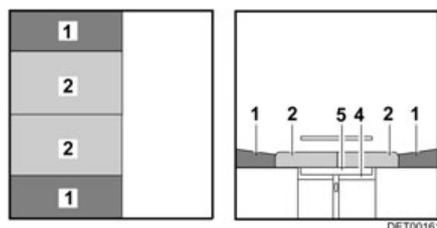

Fig. 78 Après la transformation
- Tirer les coussins d'assise (Fig. 78,2) vers le centre.
- Placer les coussins de dossier (Fig. 78,1) entre les coussins d'assise et la cloison.